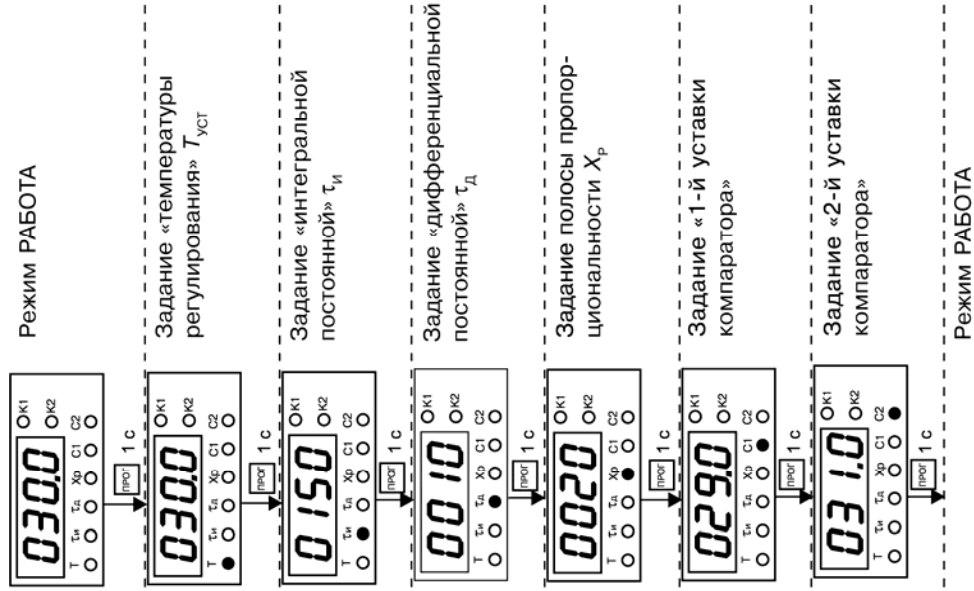

Рисунок 6.1
6.3.2.1 При нахождении в режиме РАБОТА нажать кнопку  (в течение 1 с), после чего загорается светодиод «Т» и на индикаторе появляется установленное значение температуры регулирования (по умолчанию 30,0) с мигающим правым разрядом (рисунок 6.1).